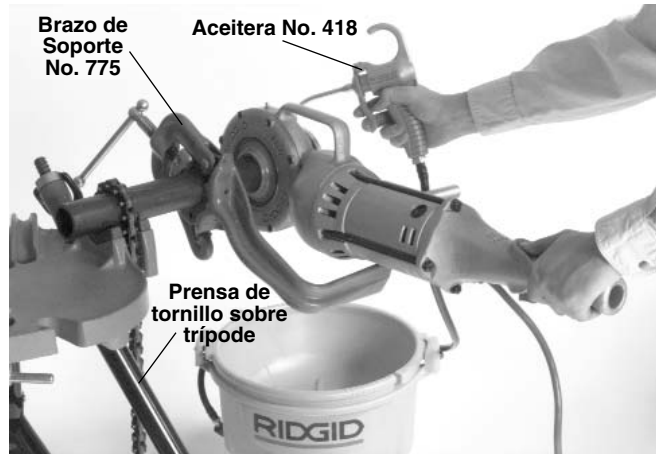

Figura 4 – Roscado de un tubo de 2 pulgadas con el Accionamiento ubicado al lado izquierdo de la Prensa de tornillo
3. Asegure que la Aceitera 418 esté llena de Aceite para Roscar RIDGID. Coloque la aceitera delante de la prensa de tornillo (Figura 4).